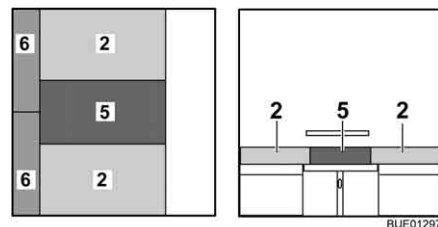

Fig. 124 Depois da transformação
- Coloque o estofo adicional (Fig. 124,5) entre os estofos do assento em cima da mesa.
- Coloque os estofos adicionais (Fig. 124,6) entre os estofos do assento e a parede.